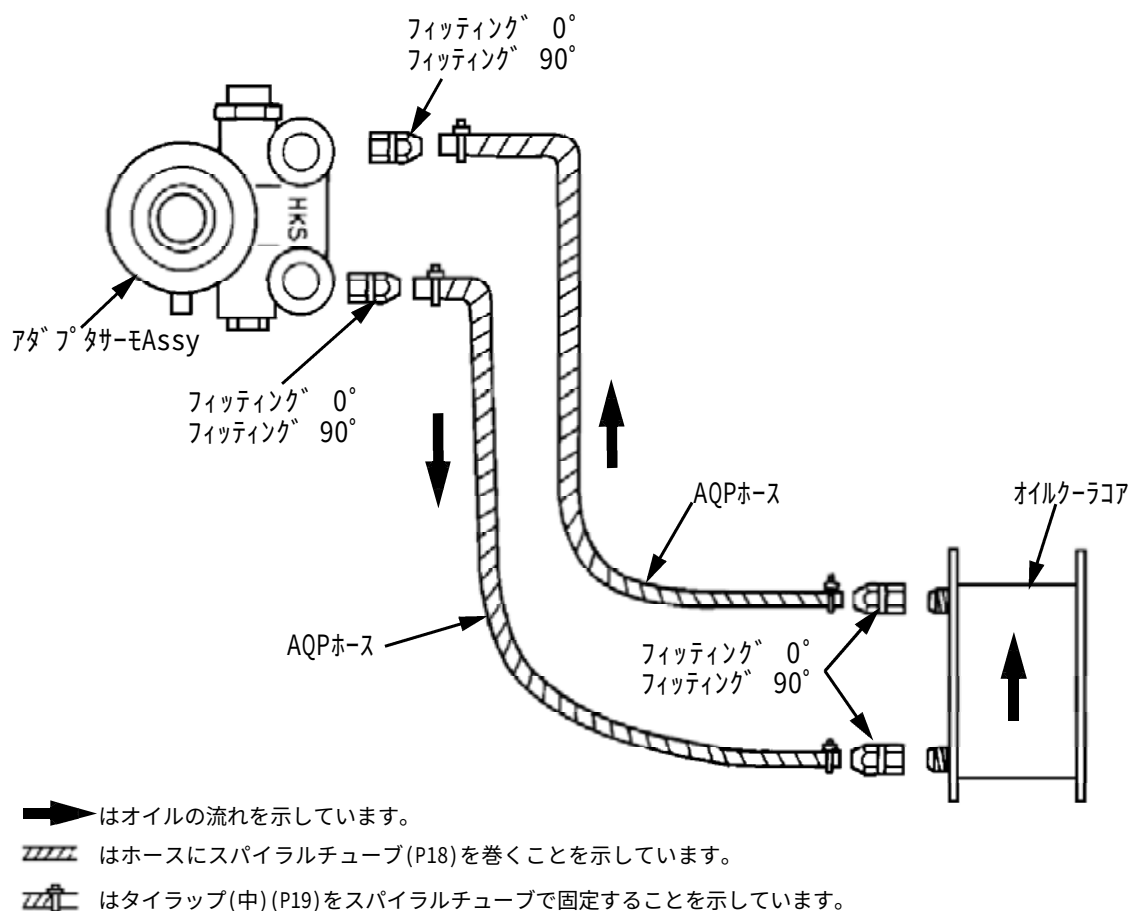

図2-1
- (2) 2-3. (1)で確認した長さに合わせてオイルクーラホースを切断してください。
- (3) 切断したオイルクーラホースにフィッティング0°、フィッティング90°を取付けてください。
- (4) 組立てたオイルクーラホースの長さに合わせて、スパイラルチューブを切断してください。
- (5) 切断したスパイラルチューブをオイルクーラホースに巻付け、タイラップ(中)を使用して両端を固定してください。(図2-1)
- (6) 組立てたオイルクーラホースをアダプタサーモ Assy, オイルクーラコアに仮付けしてください。(図2-1)
- (7) オイルクーラホースが各部と干渉しないようにアダプタサーモ Assyの位置を調整し、アタッチメントボルトAもしくはアタッチメントボルトBを本締めしてください。
- ホース接続方向に間違いがないか確認してください。(図2-1)